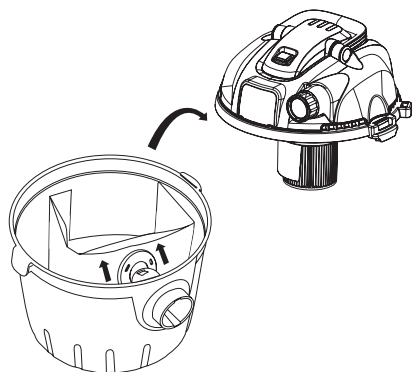

Fig. 9 – Retirando la bolsa de polvo usada
- Levante la tapa y retire la bolsa de polvo usada, tirándola en el sentido contrario al encaje, conforme muestra la Fig. 9;